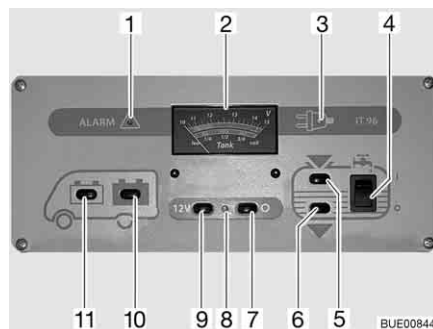

Bild 132 Panel IT 96-2
Der 12-V-Hauptschalter (Bild 132,7 und 9) schaltet das Panel und die 12-V-Versorgung des Wohnraums ein und aus.
- Schalter (Bild 132,9) drücken "12 V": Die 12-V-Versorgung des Wohnraums ist eingeschaltet. Die Kontroll-Leuchte (Bild 132,8) leuchtet grün.
- Schalter (Bild 132,7) drücken "O": Die 12-V-Versorgung des Wohnraums ist ausgeschaltet. Die Kontroll-Leuchte (Bild 132,8) erlischt.
Beim Anzeigeeinstrument V/Tank (Bild 132,2) die obere Skala beachten. Das Anzeigeeinstrument wird automatisch beleuchtet, sobald ein Schalter gedrückt wird.
- Schalter (Bild 132,11) drücken "☰": Die Batteriespannung der Starterbatterie wird angezeigt.
- Schalter (Bild 132,10) drücken "☷": Die Batteriespannung der Wohnraumbatterie wird angezeigt.
Beim Anzeigeeinstrument V/Tank (Bild 132,2) die untere Skala beachten. Das Anzeigeeinstrument wird automatisch beleuchtet, sobald ein Schalter gedrückt wird.
- Schalter (Bild 132,5) drücken "": Die Wassermenge wird angezeigt.
- Schalter (Bild 132,6) drücken "": Die Abwassermenge wird angezeigt.
Einschalten: ■ Wippschalter (Bild 132,4) oben drücken "I": Die Wasserversorgung ist eingeschaltet.
Ausschalten: ■ Wippschalter (Bild 132,4) unten drücken "O": Die Wasserversorgung ist ausgeschaltet.
Die rote Warnleuchte "ALARM" (Bild 132,1) blinkt, sobald die Spannung der Wohnraumbatterie 11 V (Messung im laufenden Betrieb) unterschreitet und damit Tiefentladung droht.
Die 12-V-Kontroll-Leuchte (Bild 132,8) leuchtet, wenn der 12-V-Hauptschalter (Bild 132,9) eingeschaltet ist.
Die gelbe 230-V-Kontroll-Leuchte (Bild 132,3) leuchtet, wenn am Eingang des Elektroblocks Netzspannung vorhanden ist.